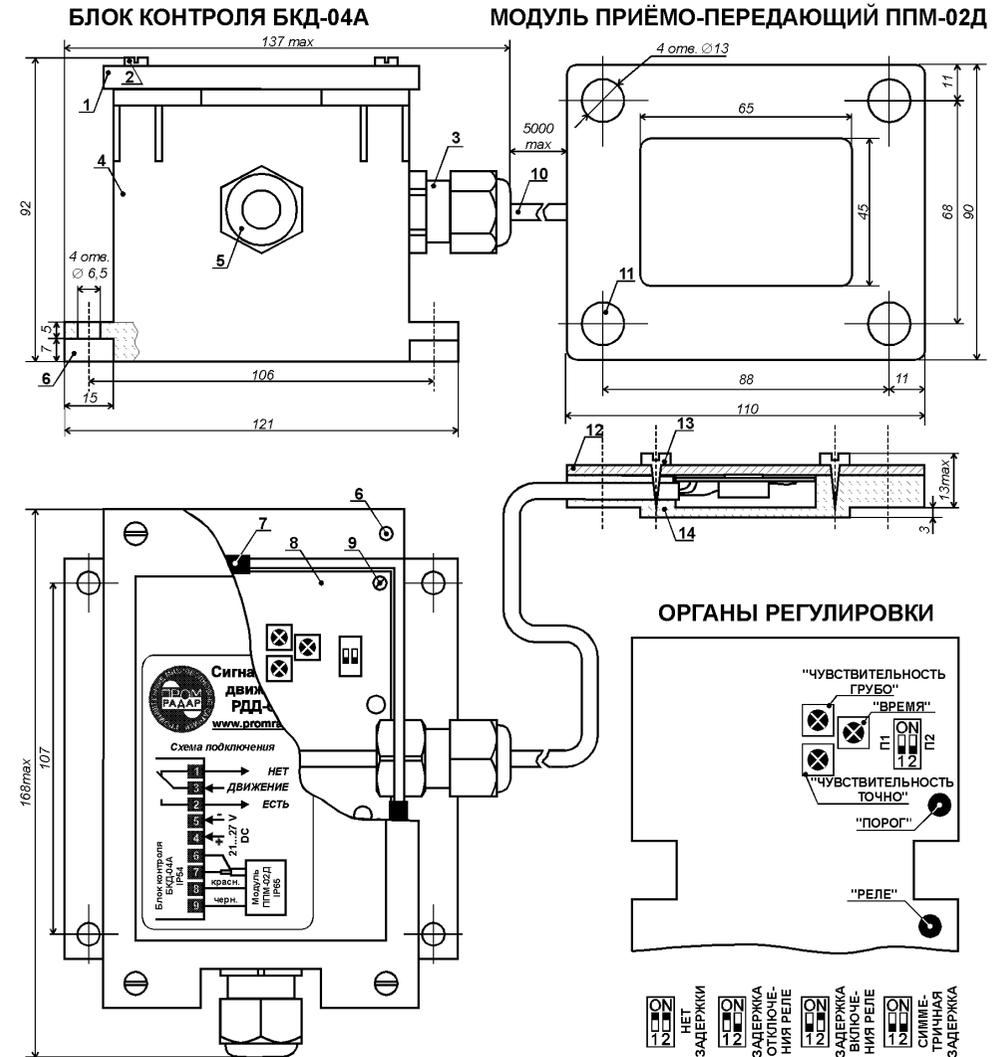

Рис. 1. Конструкция и органы управления сигнализатора движения РДД-04А.
Сигнализатор РДД-04А (рис. 1) состоит из приёмно-передающего модуля ППМ-02Д (далее – «модуль») и блока контроля БКД-04А (далее – «блок»). Электроника блока установлена на печатной плате 8, которая саморезами 9 закреплена в пластмассовом корпусе 4. Корпус закрыт крышкой 1 через уплотнитель 7 четырьмя винтами 2. Винты вворачиваются в резьбовые втулки 6, запрессованные во фланце корпуса.
Расположение органов регулировки и установка переключателями различных вариантов задержки срабатывания показаны на рис. 1.
Проверка работоспособности и настройка датчика производится после монтажа, непосредственно на контролируемом объекте. Цепи блокировки (клеммы 1...3) должны быть отключены от внешних цепей. Схема подключения и органы настройки, а также схема подключения модуля к блоку показаны на рис. 1.
8. Установить переключатели времени задержки в соответствии с рис. 1.